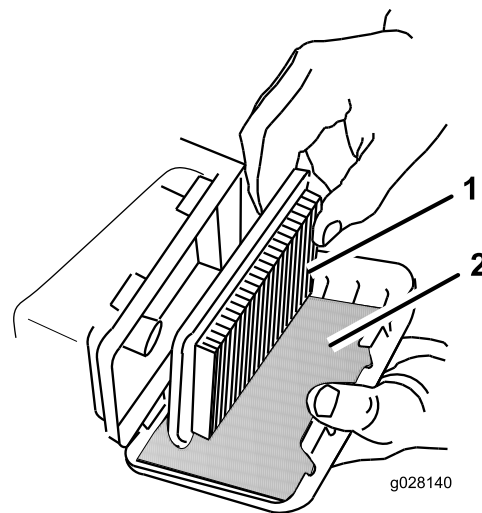

Figure 20
3. Retirez l'élément en papier et le préfiltre en mousse (Figure 20).